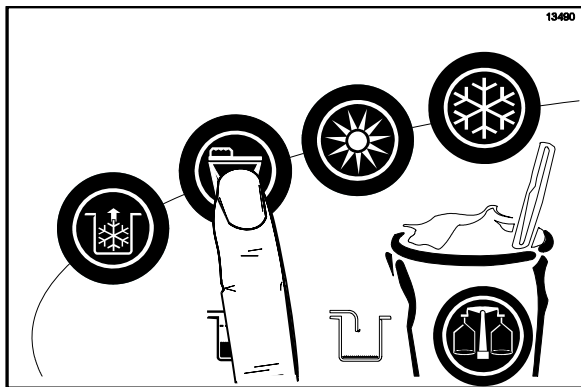

Figura 100
2. Com um balde de mix embaixo da saída de produto, pressione o símbolo LAVAR . (Veja a Figura 100.)